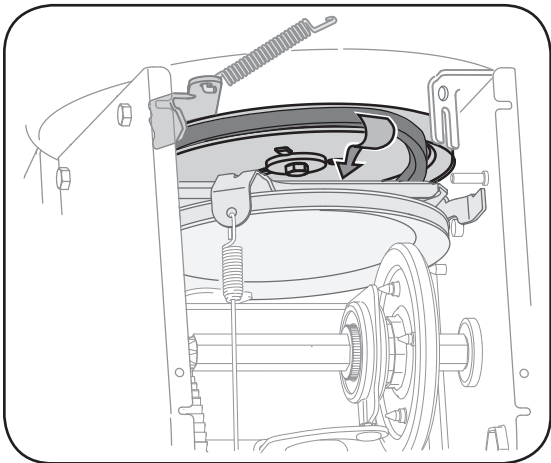

Figure 6-8
5. Débranchez le ressort du support du châssis. Dégagez la courroie de la poulie de la tarière et faites glisser la courroie en le support et la poulie de la tarière. Remontez la courroie de la tarière en procédant dans l'ordre inverse. Voir la Figure 6-8.